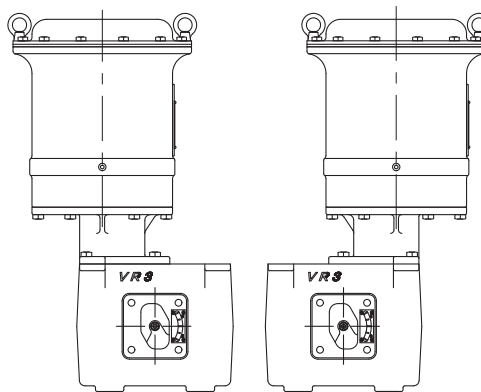

図6-3 VPR
- 【4】 中間ブラケットとブラケットの接続ボルトを外し、図6-3のように組み替えます。